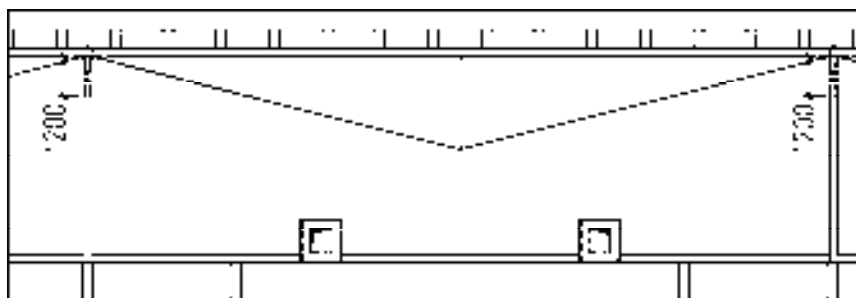

图 15-117 绘制女儿墙洞口
14) 绘制女儿墙洞口轮廓线。调用“直线”命令，绘制女儿墙洞口轮廓线，并将轮廓线的线型更改为虚线，如图 15-117 所示。